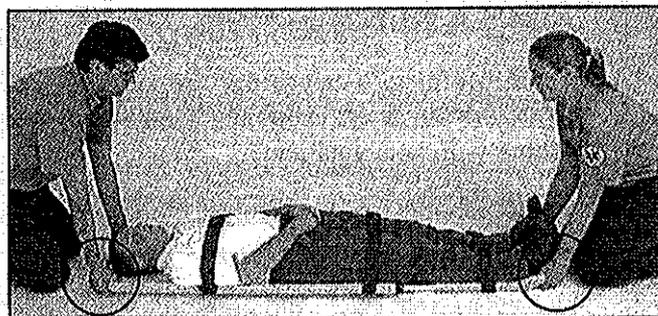

Figure 9 : Préparatifs avant de soulever la civière
2. Attrapez les poignées à chaque extrémité de la civière. Vous devez les attraper par en dessous (les paumes orientées vers le haut), Figure 9.